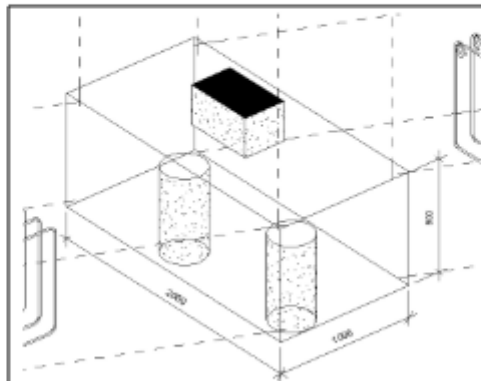

Figura 1: detalhamento do bloco
- 1) Serão quatro blocos para receber os pilares tipo 1, ao qual cada bloco terá duas estacas cada, conforme figura 1, logo, serão 4 blocos x 2 estacas x 6m = 48 m.
- 3) Serão dois blocos para receber os pilares tipo 2, ao qual, cada bloco terá duas estacas cada, conforme figura 1, logo serão 2 blocos x 2 estavas x 6m = 24 m.